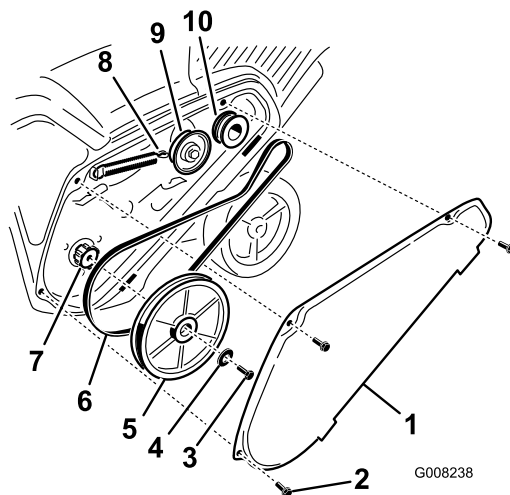

Figure 38
1. Enlevez le couvercle de la courroie d'entraînement après avoir retiré les 3 boulons comme illustré (Figure 38).
2. Décrochez le ressort de frein du bras de la poulie de tension pour détendre la courroie (Figure 38).
3. Enlevez la vis et la rondelle bombée qui retiennent la poulie de rotor (Figure 38).
4. Retirez la poulie de rotor et la courroie d'entraînement (Figure 38).
Remarque: Acheminez la courroie neuve autour de la poulie du moteur, puis de la poulie de tension, et enfin autour de la poulie de rotor desserrée, située juste au-dessus de l'arbre de rotor (Figure 38).
- Montez la poulie de rotor sur l'arbre de rotor (Figure 38).
- Montez la rondelle bombée et le boulon de fixation de la poulie de rotor, et serrez-les solidement (Figure 38).